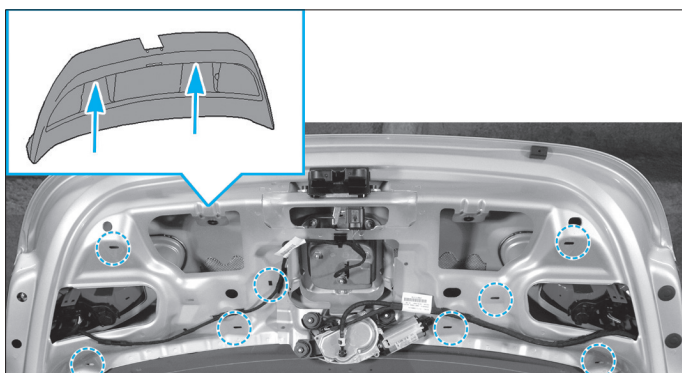

Fig. 76
- Dévisser les deux vis de fixation (flèche) de la garniture de hayon (Fig.76).